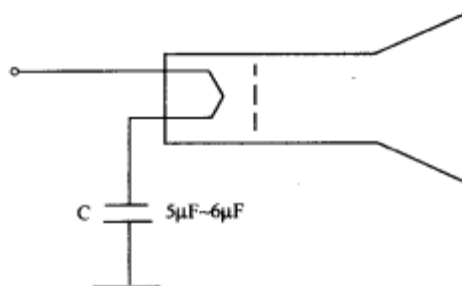

图 12-12 灯丝回路串联电容
(2)在灯丝回路串接电容。如图 12-12 所示,将显像管灯丝接地端断开,串入一只 $5\mu\text{F} \sim 6\mu\text{F}$ 的无极性电容,以阻止阴极电流通过灯丝短路到地。